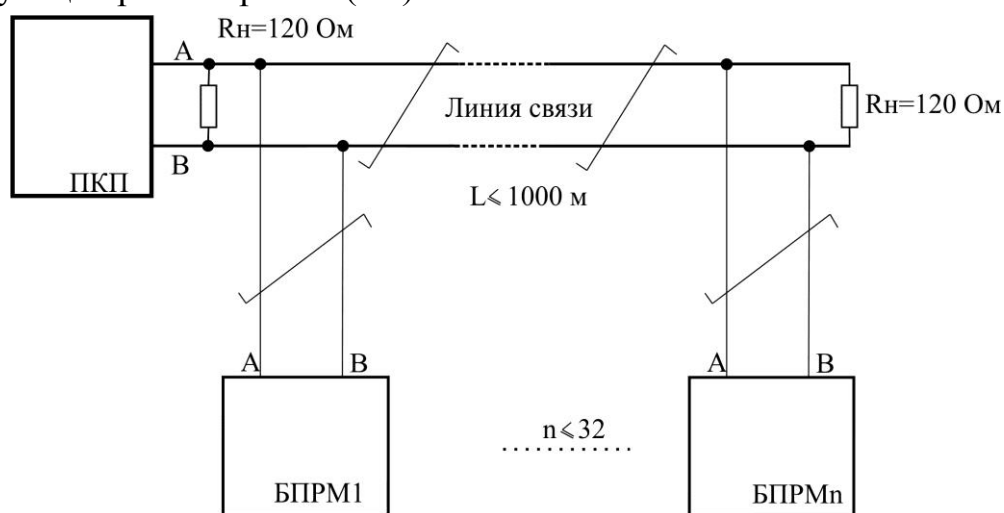

Рис. 4.12
4.14.1 Линия связи должна представлять собой один кабель витой пары (рис. 4.12). этому кабелю присоединяются все БПРМ\* извещателей и ППК. Кабели, соединяющие линию связи с БПРМ (ответвления) должны быть как можно короче.